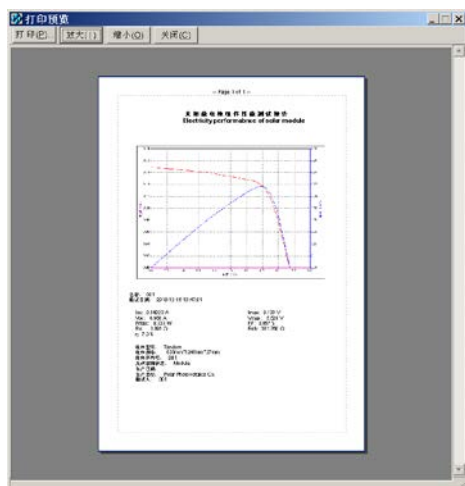

图 2-16 打印预览窗口示意图
**【打印】**：点击此按钮后，系统将弹出打印预览窗口，如图 2-16 所示。